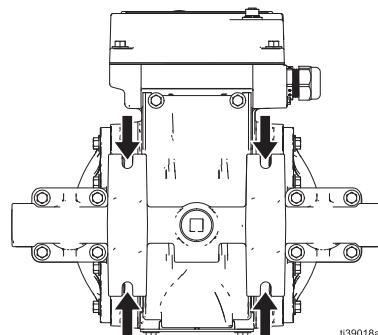

図 7: 取り付け穴
3. すべての取り付けに関して、ポンプがベース上の取付穴を介してファスナーで固定されていることを確認してください。図 7 を参照してください。**寸法** (54 ページ) を参照してください。
ポンプの損傷を回避するために、脚部のそれぞれの穴を通じてファスナーを使用して、取り付け場所にポンプを取り付けてください。図 7 を参照してください。